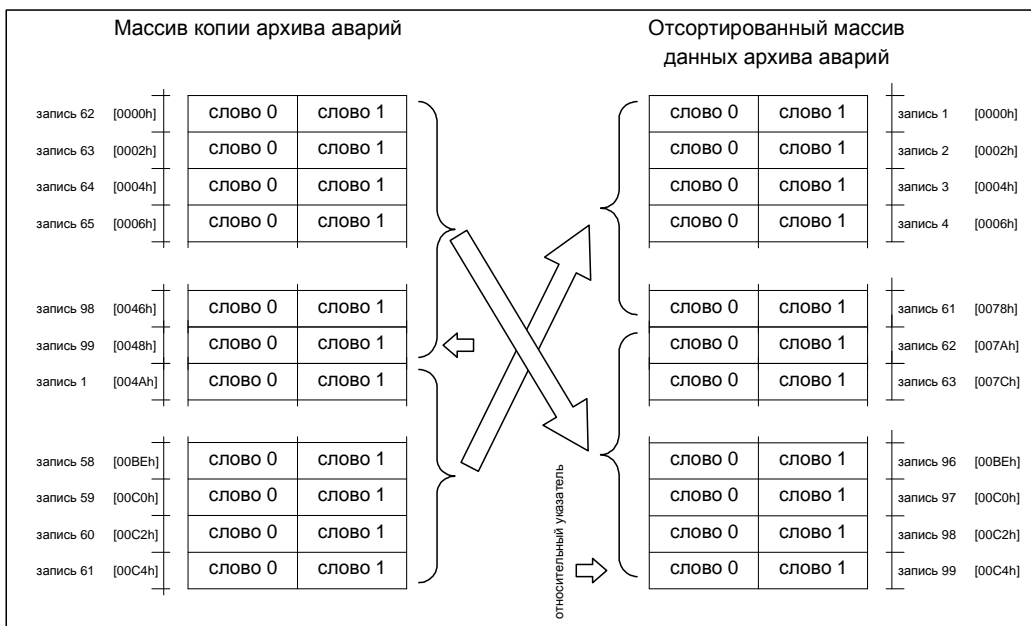

Рисунок 4-10. Процесс сортировки данных архива.
- Отсортировать полученные данные. В соответствии с заданием примера, необходимо расположить данные в хронологическом порядке начиная с самой ранней. Действия по сортировке представляет рисунок 4-10.